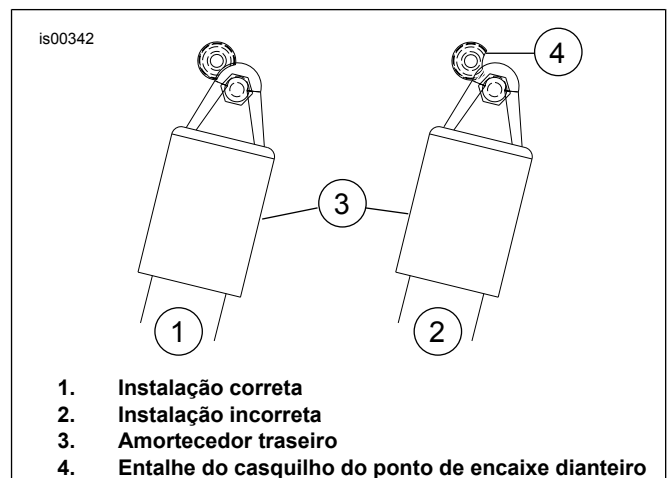

Figura 6. Posição do entalhe do ponto de encaixe
- Inserir o parafuso através do orifício mais pequeno no suporte (K) e na tampa do suporte do guarda-lamas.
- Enroscar o parafuso na porca soldada no suporte do guarda-lamas (ou porca (O) para os modelos de 1994-96).
- Ver Figura 6 . Rodar o entalhe do casquilho (4) para a posição "correta" (1).